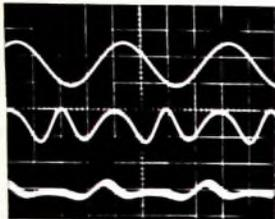

Bild 10. Klirrfaktormessungen an einem Verstärker und am Direktausgang des Sinusoszillators nach Bild 1
Als Beispiel für die zu erwartenden Signalformen sind im Bild 10 die Eingangsspannung (oben) und die Ausgangsspannung (Mitte) des Filters untereinander dargestellt. Man sieht, daß die Grundschwin-
Bei einer genauen Berechnung müßten jedoch die Effektivwerte berücksichtigt werden. Im angegebenen Beispiel (mittleres Oszillogramm im Bild 10) erhält man mit Gl (1) einen Klirrfaktor von etwa 1,8 %, wenn man $V = 0,4$ setzt.
Um so geringe Verzerrungen noch mit einiger Sicherheit messen zu können, muß das Eingangssignal einen sehr kleinen Klirrfaktor haben. Zur Überprüfung dieses Eigenklirrfaktors wurde das Doppel-T-Filter an den Direktausgang des Sinusoszillators geschaltet. Der Spannung am Ausgang des Filters (untere Kurve im Bild 10, Empfindlichkeit des Oszillografen 5 mV/cm) ist Netzbrummen (zum Teil durch nichtabgeschirmte Verbindungen zum Oszillografen bedingt) überlagert. Da es aber etwa 80 dB unter dem Nutzsignal liegt, stört es noch nicht. Die Amplitude der Oberwellen ist etwa 3,5 mV_{eff}, am Eingang des Filters liegen 5,6 V_{eff}. Bei überwiegender zweiter Oberwelle im Restgemisch beträgt somit der Eigenklirrfaktor weniger als 0,2 %.